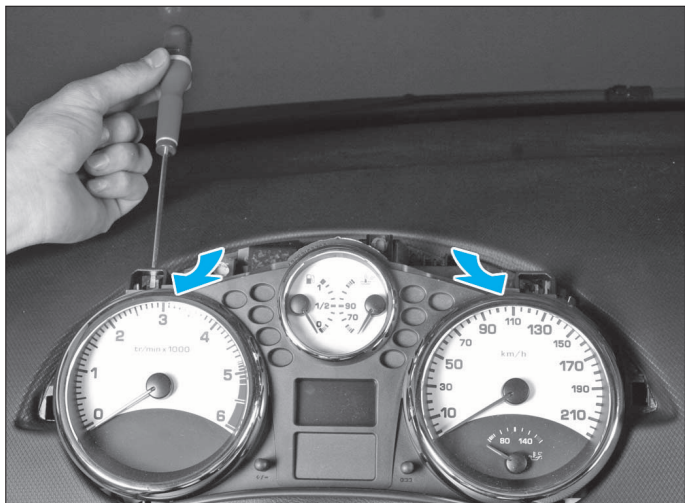

FIG. 31
• Lever les deux languettes vers soi afin de pouvoir dégager le combiné d'instruments par le haut (Fig.31).